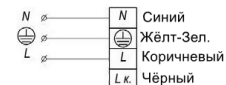

Рис. 4
**Режим непостоянного действия:** при отсутствии коммутируемой цепи контакт Lk не подключать (рис.4). Светильник выключен и находится в состоянии поддержки заряда батареи (срабатывает исключительно в аварийных ситуациях).